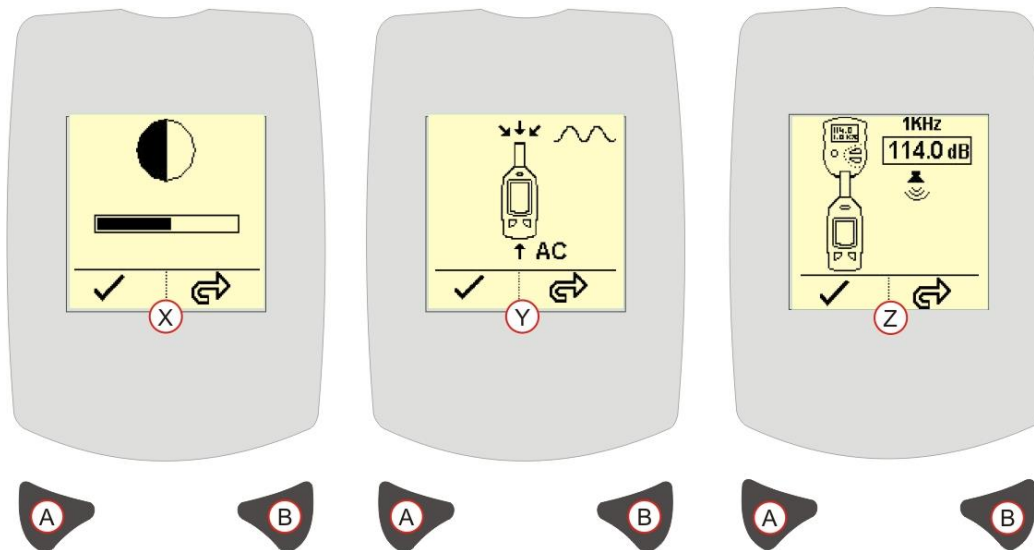

Figure 9 Menu de configuration
Le menu de configuration (voir la figure 9) est utilisé pour modifier le contraste de l'écran, le niveau de calibrage et la source d'entrée de signal.
CONTRASTE DE L'ÉCRAN – [Figure 9 Référence X] Appuyez sur la touche droite (B) pour régler le contraste. Lorsque vous êtes satisfait du contraste, appuyez sur la touche gauche (A) pour accepter les changements et aller à l'écran de niveau de calibrage.
SOURCE D'ENTRÉE DE SIGNAL - [Figure 9 Référence Y].
NIVEAU DE CALIBRAGE - [Figure 9 Référence Z]. Cet écran est utilisé pour régler le niveau de sortie nominal du calibre acoustique, par ex. 114,0 dB. Appuyez sur la touche droite (B) pour régler le niveau de calibrage. Consultez le certificat de calibrage du calibre acoustique pour le niveau de sortie du calibre. Appuyez sur la touche (A) pour accepter les changements et aller à l'écran de mesure principal.